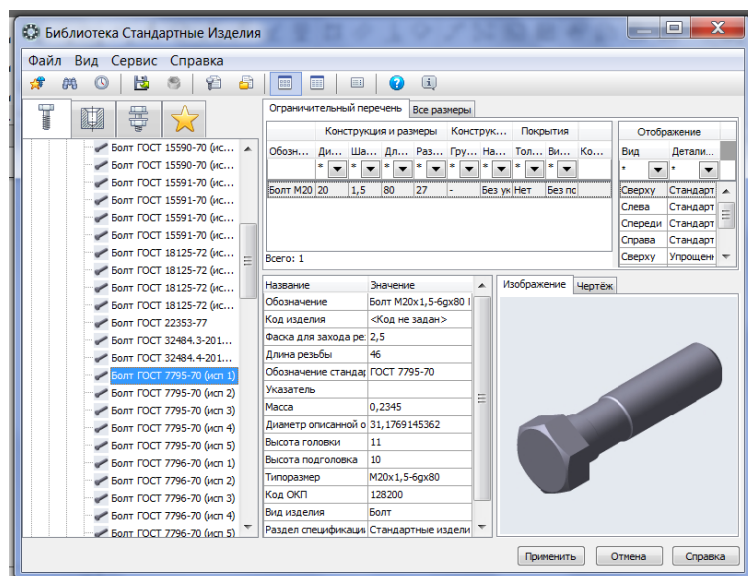

Рисунок 16. – Изображение и параметры болта
7. В открывшемся окне **«Библиотека Стандартные Изделия»** выберите **Крепежные изделия**, **Болты**, **Болты с шестигранной головкой**. Из предложенного списка выберите Болт, выполненный по ГОСТу, указанному в индивидуальном задании (см. таблицу 1). Для выбора необходимо два раза щелкнуть левой кнопкой мышки по надписи Болт ГОСТ ... . В результате выполнения операции в правой части окна **«Библиотека Стандартные Изделия»** появится изображение и параметры выбранного болта (рисунок 16).